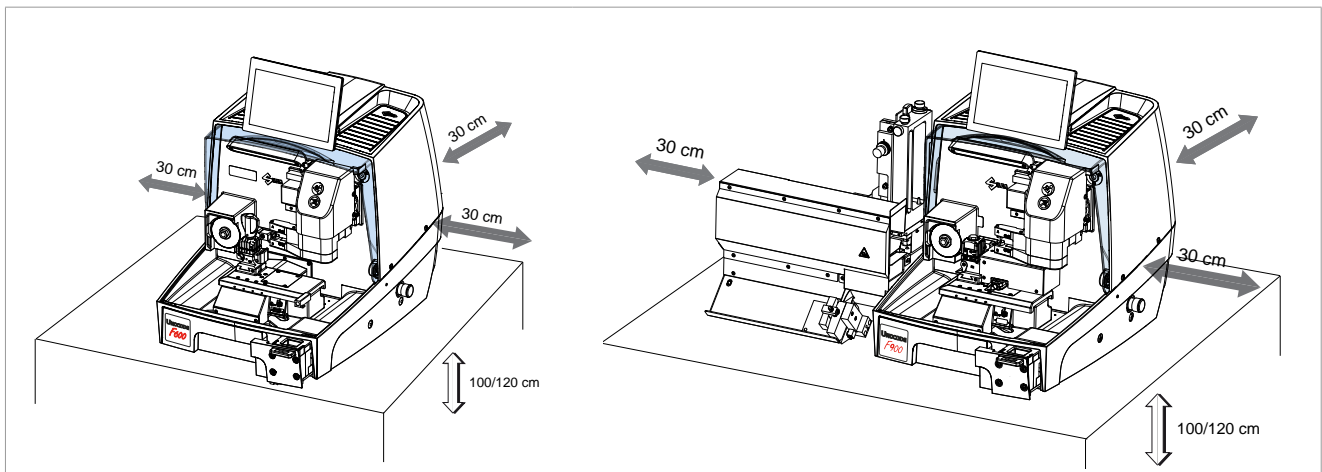

Fig. 25
- 1) Plaats de duplicieermachine op een stevig horizontaal werkvlak dat geschikt is voor het gewicht van de machine (hfst.2.5, pag.10). De hoogte van het werkvlak moet circa 100-120 cm bedragen, voor een ergonomische toegang tot de functionele onderdelen. Laat minstens 30 cm vrij op de achterkant van de machine en aan de zijkanten, ter garantie van een goede ventilatie en manoeuvreerbaarheid (Fig. 25).